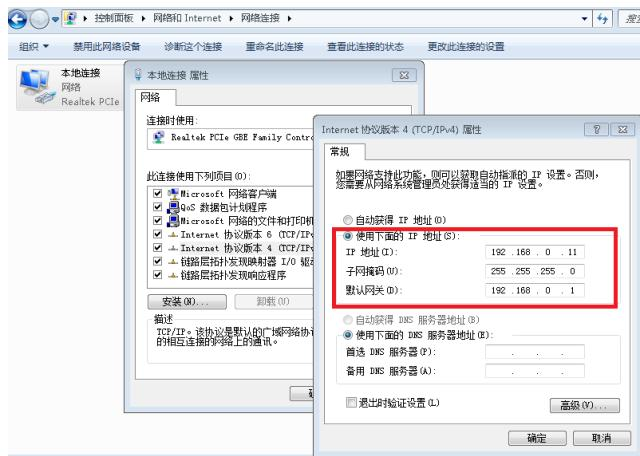

图 9 PC 端 IP 设置
- ① 在您的电脑上打开“本地连接”，然后单击“属性”；
- ② 选择“Internet 协议版本 4 (TCP/IP 4)”；
- ③ 单击“属性”按钮；
- ④ 选中“使用下面的 IP 地址：”，以便手动分配 IP 地址；
- ⑤ 分配 IP 地址为 192.168.0.x（x 不能为 10，因为 192.168.0.10 已经分配给激光器），然后分配子网掩码地址，默认为 255.255.255.0。
- ⑥ 单击“确定”按钮确认设置并退出，详细操作见图 9。